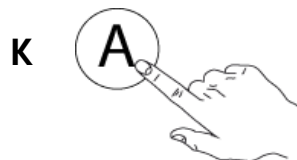

Fig.18
- 1- Pulse el botón "K" para seleccionar el ciclo de lavado automático. (Fig. 18)